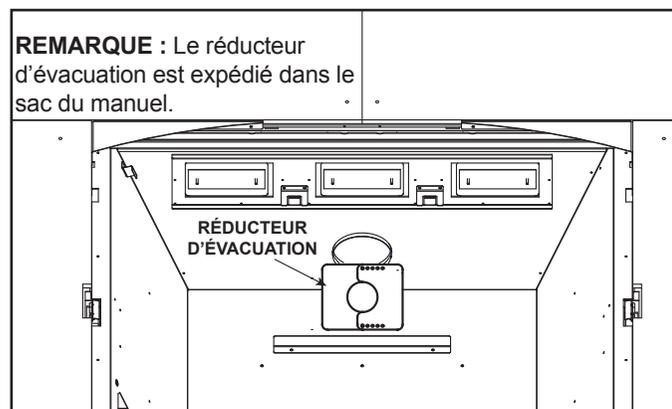

Figure 4.12 Installation d'un réducteur d'évacuation
5. Centrez les deux pièces du réducteur d'évacuation sur le conduit d'évacuation au réglage sélectionné à l'étape 3 et en fixant à l'aide des deux vis autotaraudeuses. Voir la figure 4.12.
PVI-SLP-B : L'ajustement du déflecteur est mesuré avec les trous de la barre indicatrice du déflecteur du PVI-SLP-B. Cette barre s'élève à mesure que le déflecteur est ouvert et s'abaisse lorsque le déflecteur est fermé. Ajustez le déflecteur en tournant la vis située dans le compartiment du moteur. Voir les figures 4.12 et 4.13.